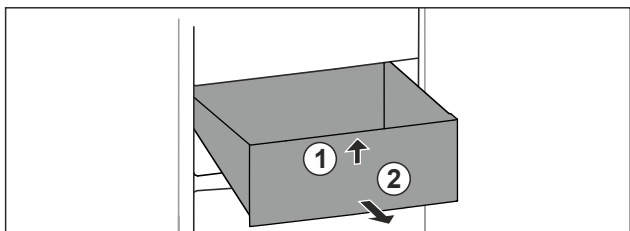

Fig. 83
- ▶ Приподнимите выдвижной ящик спереди. Fig. 83 (1)
- ▶ Извлеките выдвижной ящик движением вперед. Fig. 83 (2)